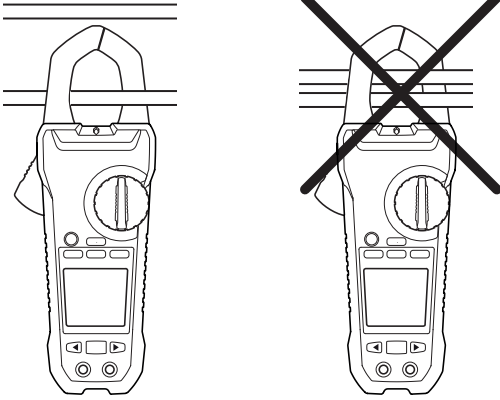

图 5.1 正确和错误设置
使用钳头测量电流时，夹爪应仅固定一个导体，参见图 5.1。
5. 按下触发器以打开钳头。完全包住一个导体—参阅图 5.1。为获得最理想的结果，将导体置于钳头中心。
3. 按下触发器以打开钳头。完全包住一个导体—参阅图 5.1。为获得最理想的结果，将导体置于钳头中心。